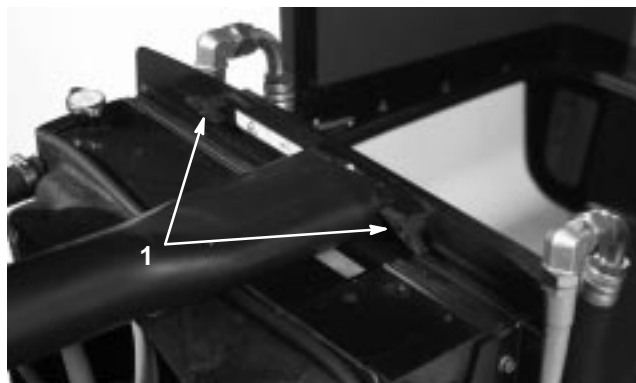

Bild 53
2. Entfernen Sie die Handschrauben (Bild 53), die den Ölkühler am Chassis absichern.